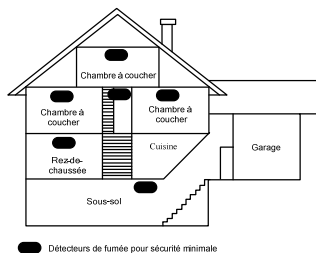

Figure 3 : Emplacement des détecteurs de fumée pour une résidence à plusieurs étages
- ◆ Installer un détecteur de fumée à chaque étage de maison ou appartement à plusieurs étages, comme indiqué dans la figure 3.